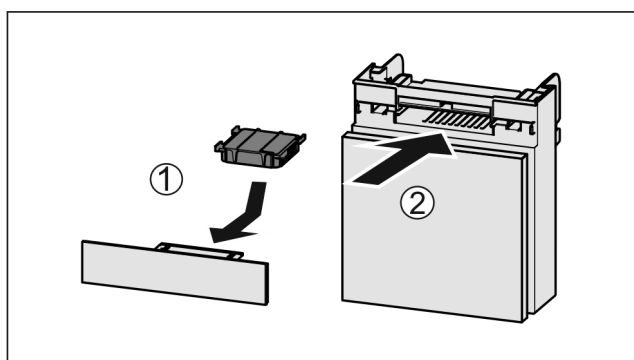

Fig. 108
- Insérer le filtre à charbon actif d'après le schéma Fig. 108 (1).
- Insérer le compartiment Fig. 108 (2).